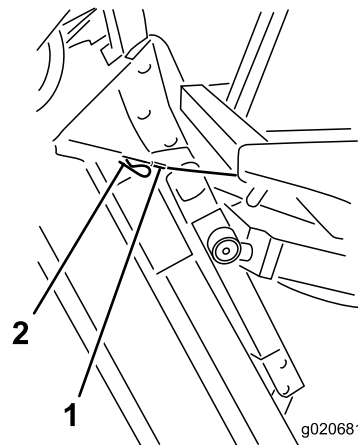

Figure 102
6. Tout en maintenant le plateau à la verticale, placez l'extrémité du câble sur l'axe du bras de levage et fixez-le en position à l'aide de la goupille fendue (Figure 102).